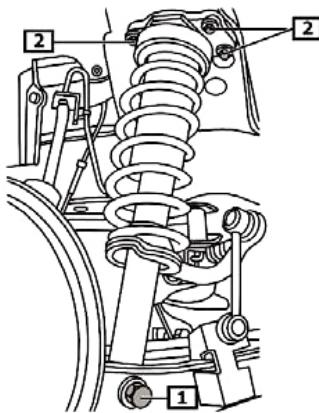
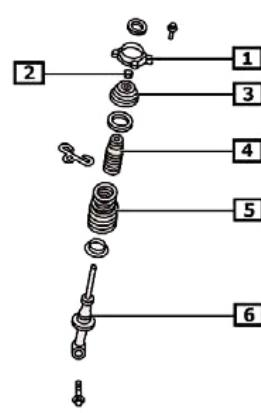

Fig. 5:
Fig. 6:
- **Fig.5** Untere Federträgerbefestigung (1) ausschrauben.
- Obere Federträgerbefestigung (2) abschrauben.
- **Fig. 6** Fahrzeugfeder (5) mit Federspanner vorspannen bis Federteller (3) frei beweglich ist.
- **Fig.5** Unscrew lower spring car-rier attachment (1).
- Unscrew upper spring carrier at-tachment (2).
- **Fig. 6** Pretension vehicle spring (5) with a spring tensioner until the spring cap (3) is freely movable.
- **Fig.5** Dévisser la fixation infé-rieure du support de ressort (1).
- Dévisser la fixation supérieure du support de ressort (2).
- **Fig. 6** Pré contraindre le ressort du véhicule (5) avec le monte ressort jusqu'à ce que la cou-pelle de ressort (3) se meuve librement.
- **Fig.5** Desatornillar el tornillo de sujeción inferior (1) del amorti-guador.
- Desatornillar los tornillos de sujeción superiores (2) del amortiguador.
- **Fig. 6** Pretensar el muelle (5) con un tensor hasta que el plato de muelle (3) pueda moverse libremente.
- **Fig. 6** SACHS Performance Dämpfer (6) in der Haltevorrichtung festklemmen.
- Die Fahrwerkfeder (5) mit dem Federspanner vorspannen und zusammen mit den Anbauteilen (1 - 4) in richtiger Reihenfolge den Federträger damit bestücken.
- Neue Kolbenstangenmutter (2) mit Spezialwerkzeug festschrauben.
- Fahrwerkfeder (5) vorsichtig entspannen, dabei auf formschlüssigen Federsitz achten.
- **Fig. 6** Clamp SACHS Performance damper (6) in the holding device.
- Pretension suspension spring (5) with a spring tensioner, and assemble the spring carrier with the add-on parts (1-4) in the correct sequence.
- Use a special tool to tighten the new piston rod nut (2).
- Carefully relax suspension spring (5), while making sure the spring seat is correctly form-fitted.